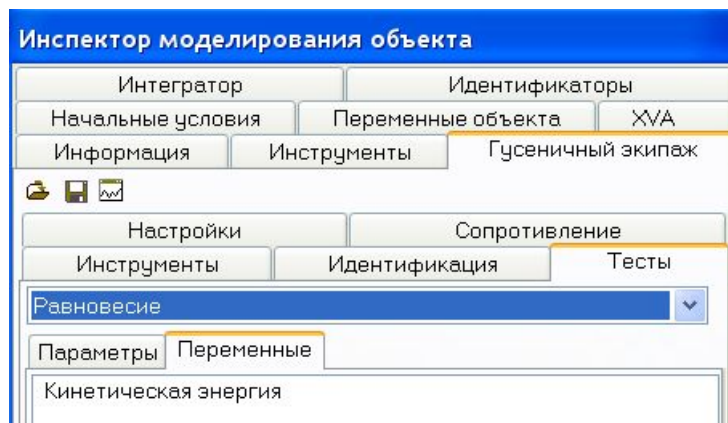

Рис. 41 Тест «Равновесие»
1) Загрузите модель ГМ в программу моделирования. Откройте инспектор моделирования объекта с помощью команды меню **Анализ | Моделирование**. Перейдите на вкладку **Гусеничный экипаж | Тесты**. Из списка тестов выберите **Равновесие**, рис. 41.